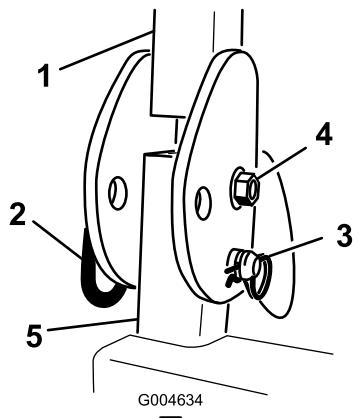

図 6
ピンを外す (図 6)。
2. ROPS をまっすぐに立ててピンで固定し、ヘアピン・コッターでロックする (図 6)。